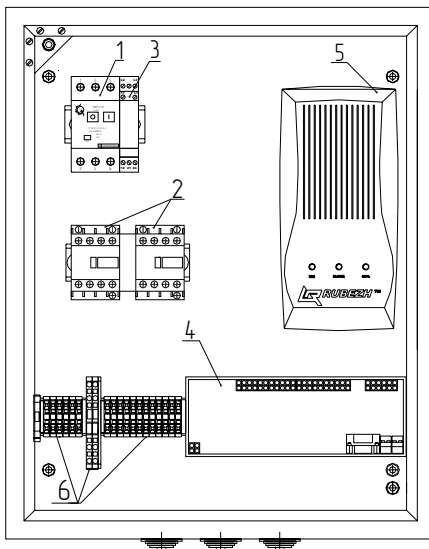

Рисунок 2 – Внутреннее устройство ШУЗ
4.1 ШУЗ конструктивно выполнен в прямоугольном металлическом корпусе (см. рисунок 2), внутри которого размещены: